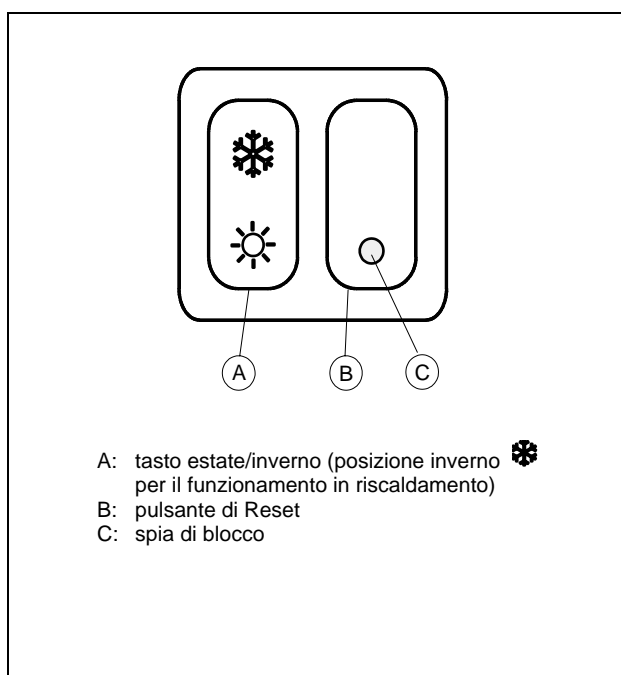

FIGURA 29 - COMANDO A TERRA
4. Premere il tasto A estate/inverno sulla posizione inverno ❄️ (vedi FIGURA 29).
7. In caso contrario, la centralina di controllo manda in blocco l'apparecchio accendendo la spia C di blocco sul pulsante B di reset (vedi FIGURA 29).